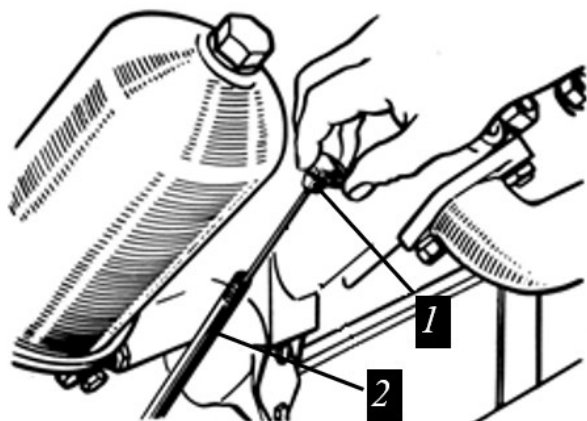
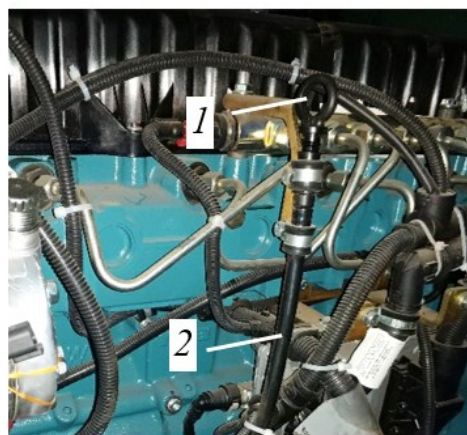

Рисунок 5.14. Место расположения щупа на двигателе ЯМЗ-236/238
Рисунок 5.15. Место расположения щупа на двигателе ЯМЗ-536
- ▶ Извлечь из держателя масляного щупа 2 масляный щуп 1 рис. 5.14. и рис.5.15.